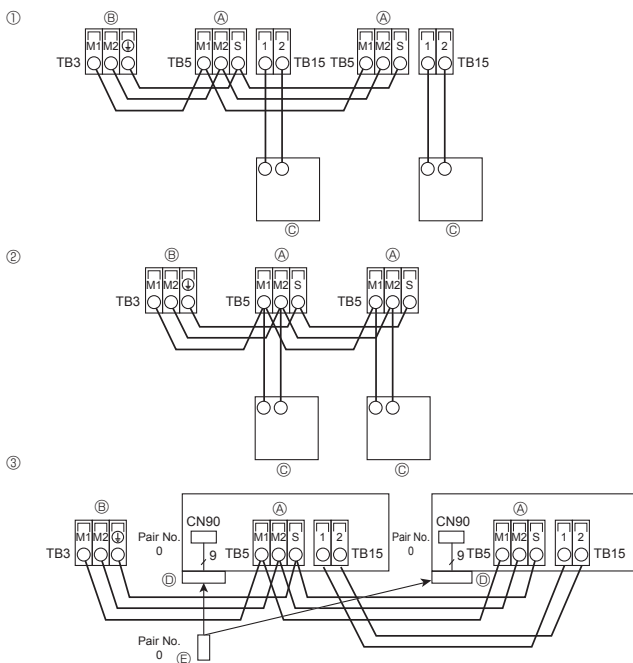

Fig. 5-3
5.4. Conexión de los cables de transmisión del mando a distancia y de las unidades exterior e interior (Fig. 5-3)